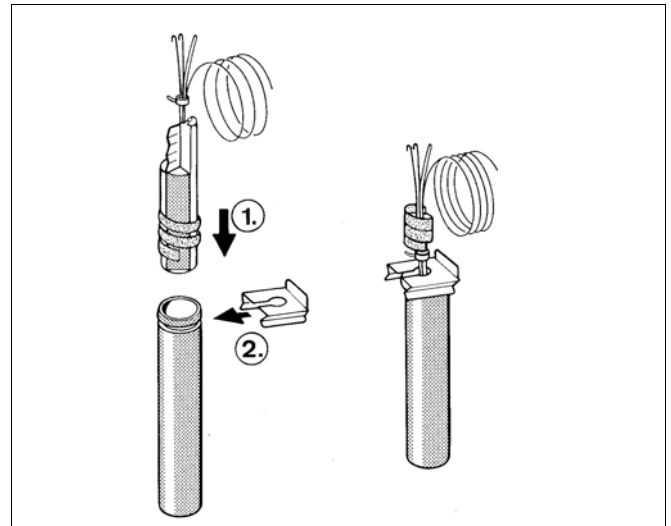

Abb. 4 Prinzipabbildung
- Die Kunststoffspirale – zum Zusammenhalten der Fühler – schiebt sich beim Einstecken automatisch zurück (Abb. 4).
Um den Kontakt zwischen Tauchhülse und Fühlerflächen zu gewährleisten und somit eine sichere Temperaturübertragung herzustellen, muß die Ausgleichsfeder zwischen den Fühlern eingeschoben sein (Abb. 4).
- Fühlersicherung von der Seite oder von oben auf den Tauchhülsekopf drücken (Abb. 4).